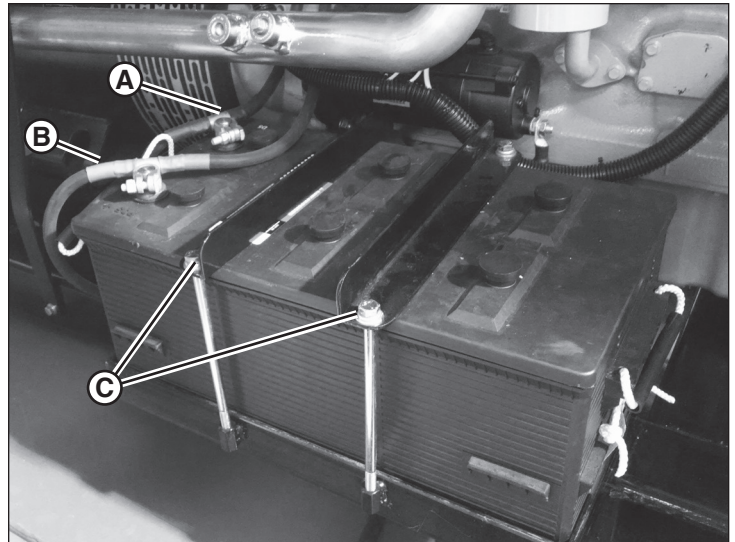

Figure 30
1. Débrancher le(s) câble(s) négatif(s) (-) noir(s) (A, Figure 30) de la borne de batterie négative (-), et placer loin de la batterie.
2. Débrancher le(s) câble(s) positif(s) (+) rouge(s) (B, Figure 30) de la borne de batterie négative (-), et placer loin de la batterie.
3. Enlever la quincaillerie (C, Figure 30) qui retient un côté de chaque support de retenue, et mettre les supports à l'arrière de la batterie.